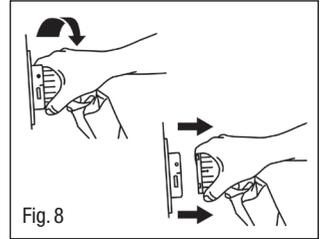

Fig. 8
5.4 Facilitet för Patienttransport (Fig. 8)